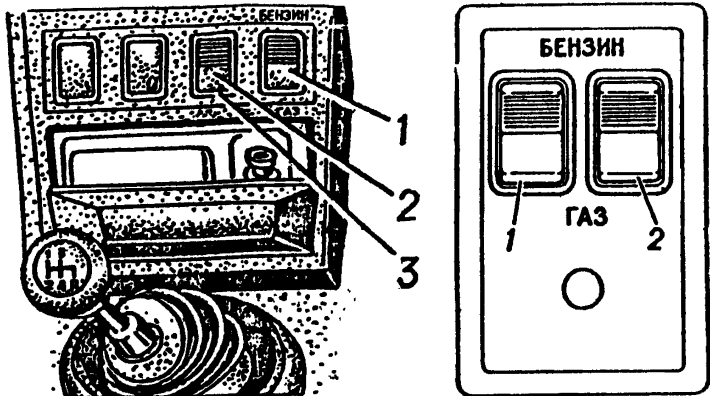

Рис. 5.21 Органы управления
- у автомобиля ГАЗ-24-10 - на надставку консоли панели приборов, предварительно удалив две правые заглушки (рис.5.21а);
- у автомобиля ГАЗ-24-11 - на левую сторону панели приборов, для чего удалить решетку громкоговорителя и установить на её место панель (рис.5.21б) в сборе с выключателем и переключателем.